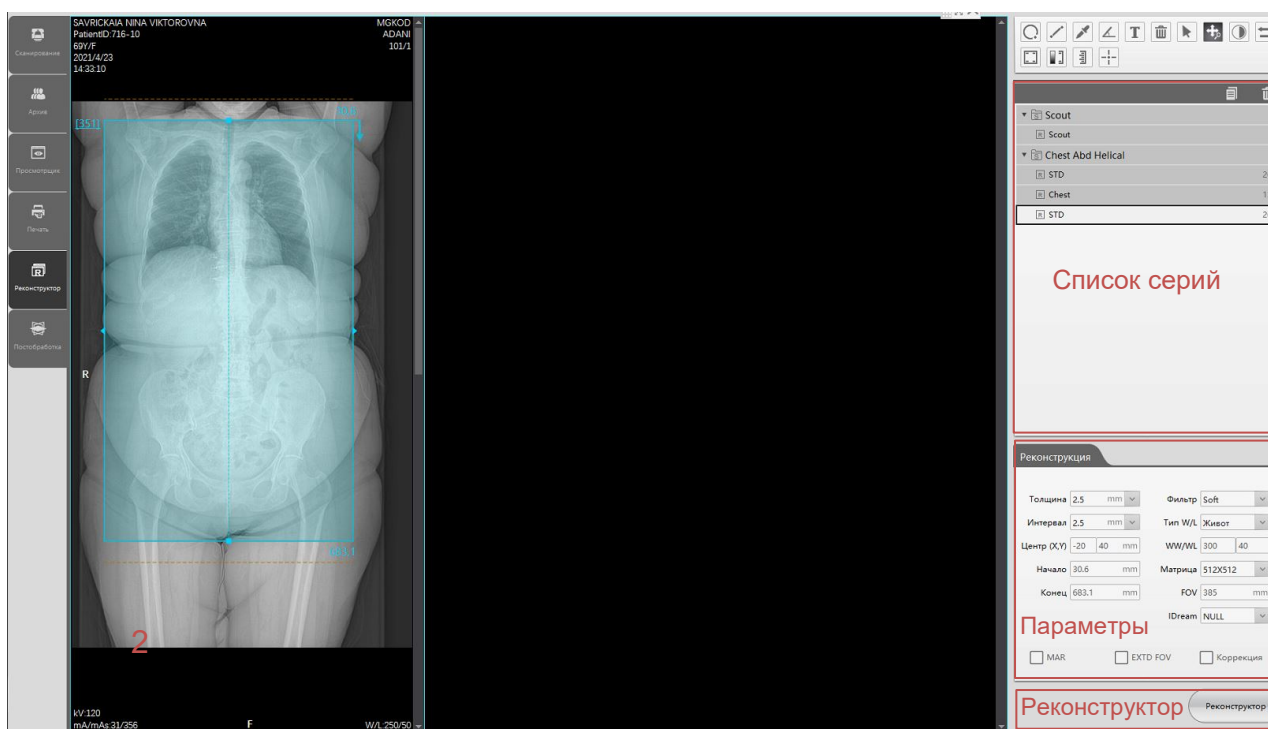

Рисунок 5.16 – Создание реконструкции
2. В открывшемся окне в списке серий исследований выберите серию, из сырых данных которой вы хотите получить изображения и нажмите на кнопку  для создания ее копии (рис. 5.16). Созданная серия будет выделена цветом;